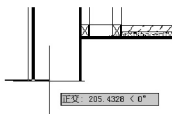
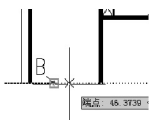
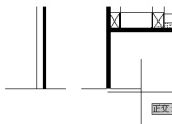

图 5.99 绘制折断线 2
图 5.100 绘制折断线 3
图 5.101 绘制折断线 4
② 在指定下一点或 [放弃(U)]: 提示下, 水平向右拖动光标至如图 5.99 所示处单击, 确定直线的终点。按 Enter 键结束命令。
③ 按 Enter 键重复【直线】命令。
④ 在_line 指定第一点: 提示下, 捕捉如图 5.100 所示的 B 处, 不单击, 将光标向右移动至如图 5.101 所示处单击, 确定直线的起点。
⑤ 在指定下一点或 [放弃(U)]: 提示下, 水平向右拖动光标至如图 5.101 所示处单击, 确定直线的终点。按 Enter 键结束命令。